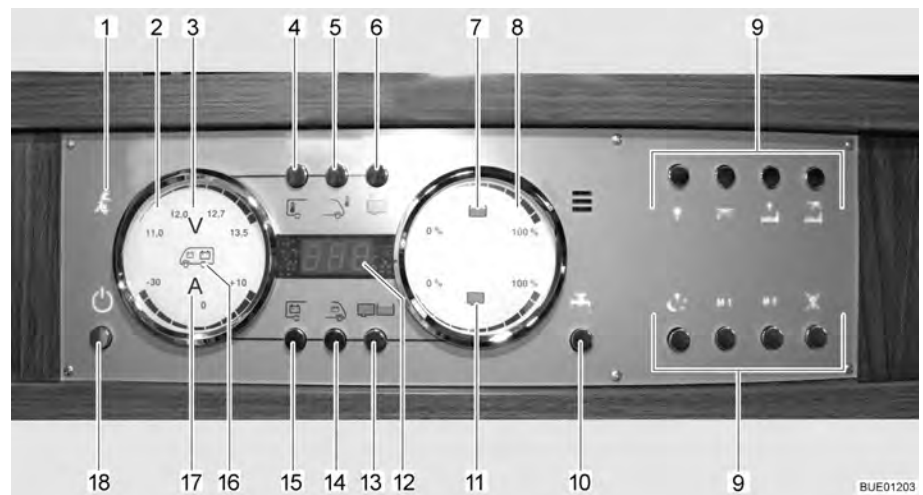

Fig. 107 Panneau de contrôle LT 510
Le voyant de contrôle 230 V (Fig. 107,1) s'allume si l'arrivée du bloc électrique est sous tension de réseau.
L'interrupteur principal 12 V (Fig. 107,18) établit ou coupe le panneau de contrôle et l'alimentation 12 V de la cellule.
- Appuyer brièvement sur la touche d'alimentation 12 V (Fig. 107,18). L'alimentation 12 V de la cellule est assurée. L'indicateur de contrôle "12 V" s'allume.
- ▷ La tension de la batterie de cellule est trop faible quand les DEL "11,0" de l'affichage en Volt et le symbole Volt "V" (Fig. 107,3) clignotent dans l'indicateur des batteries (Fig. 107,2) après la mise sous tension. Charger la batterie.
- ▷ La coupure de batterie est active quand l'indicateur de contrôle "12 V" et le symbole Volt "V" (Fig. 107,3) clignotent trois fois après la mise sous tension. Désactiver la coupure de batterie.
- Appuyer brièvement sur la touche d'alimentation 12 V (Fig. 107,18). L'alimentation 12 V de la cellule est coupée. L'indicateur de contrôle "Alimentation 12 V" s'éteint.
- Appuyer sur la touche batterie de cellule (Fig. 107,15) et la maintenir enfoncée pendant 10 secondes environ. Le symbole Volt "V" (Fig. 107,3) et l'indicateur de contrôle "12 V" clignotent trois fois. La batterie de cellule est coupée du réseau de bord de 12 V.
- Appuyer sur la touche d'alimentation 12 V (Fig. 107,18) et la maintenir enfoncée pendant 5 secondes environ. Le symbole Volt "V" (Fig. 107,3) et l'indicateur de contrôle "12 V" clignotent trois fois. La batterie de cellule est branché au réseau de bord 12 V. L'indicateur de contrôle s'allume au bout d'env. 5 secondes.
- Appuyer sur la touche de la batterie de cellule (Fig. 107,15). Le symbole Volt "V" (Fig. 107,3) s'allume. Le symbole Ampères "A" (Fig. 107,17) est, suivant son niveau de charge, blanc ou rouge. La tension de la batterie et le courant de la batterie de cellule sont affichés au moyens de DEL à l'intérieur de l'indicateur.
- Appuyer sur la touche de la batterie de démarrage (Fig. 107,14). Le symbole Volt "V" (Fig. 107,3) s'allume. Des DEL à l'intérieur de l'indicateur indiquent la tension de la batterie de démarrage.
- Appuyer sur la touche réservoirs (Fig. 107,13). Les symboles réservoir d'eau (Fig. 107,7) et réservoir d'eaux usées (Fig. 107,11) s'allument. Des DEL à l'intérieur de l'indicateur indiquent le niveau du réservoir d'eau (échelle supérieure) et celui du réservoir d'eaux usées (échelle inférieure).
Le symbole du réservoir d'eau (Fig. 107,7) ou celui du réservoir d'eaux usées (Fig. 107,11) clignote quand le réservoir d'eau est vide ou que le réservoir d'eaux usées est plein.
L'affichage numérique (Fig. 107,12) permet d'indiquer les températures intérieure et extérieure.